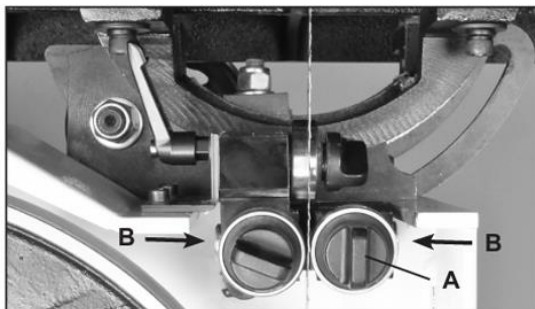

Рис. 25
1. Расположите правую и левую роликовые направляющие вплотную к пильному полотну. Ослабьте передние фиксаторы (#38A, рис. 25, A). Переместите направляющие к пильному полотну нажав на концы направляющих стержней (#42A, B), или с помощью передних фиксаторов подтяните направляющие к пильному полотну. Зафиксируйте направляющие на месте. Рис. 25.